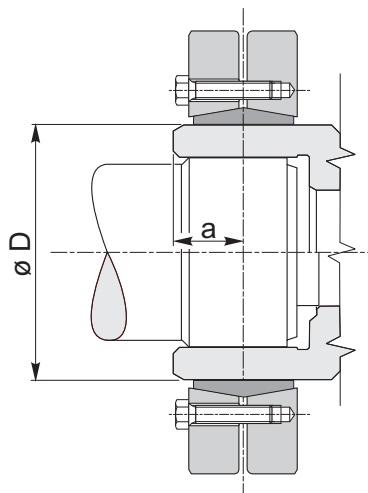

Fig. 17
- Posizionare la mezzeria del giunto sulla mezzeria del tratto utile dell'albero della macchina (vedi Fig. 17 (pag. 29)); per questa operazione attenersi alla quota "a", che varierà a seconda della grandezza del giunto, come da tabelle a seguire.